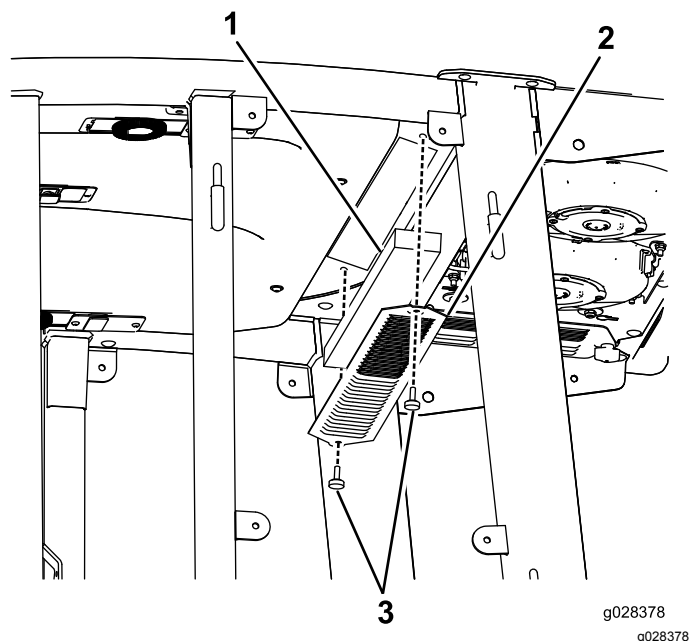
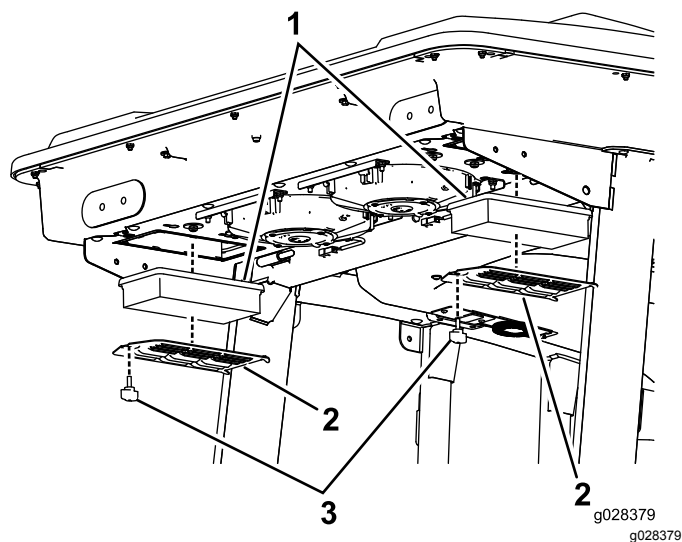
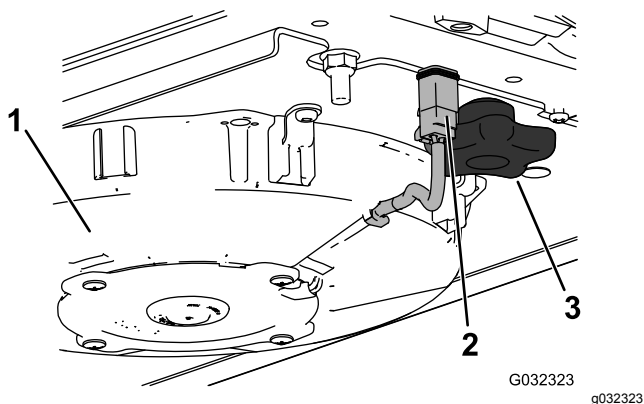
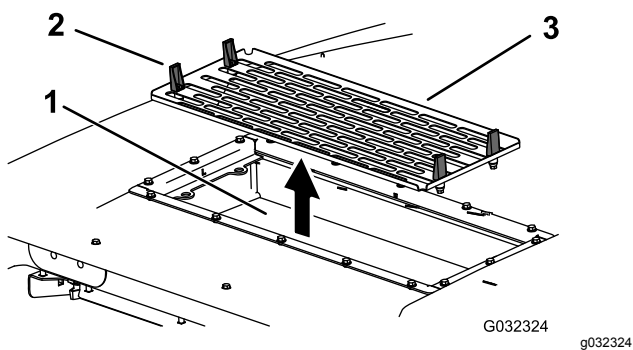

Рисунок 117
Рисунок 118
Рисунок 119
Рисунок 120
1. Выверните винты и снимите решетки у салонного и заднего воздушных фильтров кабины (Рисунок 117 и Рисунок 118).
- 5. Снимите воздушные фильтры (см. Рисунок 118).
- 7. Установите воздушные фильтры, сетку и вентилятор в сборе (Рисунок 118, Рисунок 119 и Рисунок 120).
- 8. Подсоедините провод к каждому вентилятору (Рисунок 119).